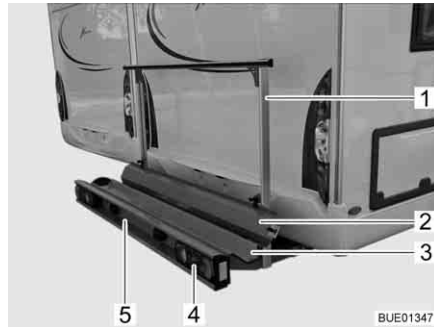
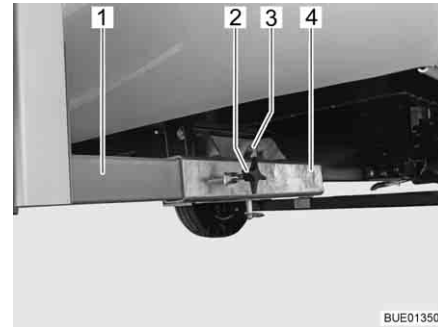

Fig. 7 Soporte para cargas
Fig. 8 Dispositivo de fijación en el vehículo
El soporte para cargas (Fig. 7) permite llevar una motocicleta o un escúter con un peso de hasta 130 kg.
- Cubeta portadora (Fig. 7,3) y estribo de sujeción (Fig. 7,1) con dispositivo de fijación en el vehículo (Fig. 8)
- Luces traseras (Fig. 7,4)
- Luz de matrícula (Fig. 7,5)
- Riel de subida (Fig. 7,2)
Los dos soportes longitudinales (Fig. 8,1) del soporte para cargas están fijados con tornillos de torniquete (Fig. 8,2) en los alojamientos cuadrados (Fig. 8,4) en el piso del vehículo. El soporte para cargas está asegurado mediante un perno (Fig. 8,3) con anillo de retención.